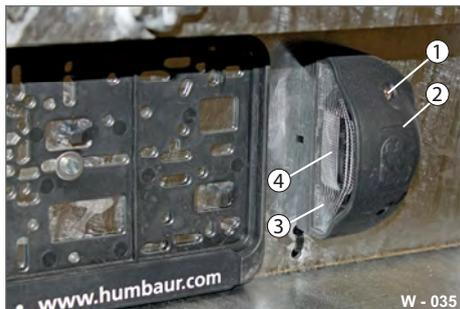

Abb. 37 Kennzeichen-Beleuchtung 24 V
- ▶ Lösen Sie die Befestigungsschrauben (Abb. 37/1).
- ▶ Öffnen Sie vorsichtig den Leuchtenkörper (Abb. 37/2).
- ▶ Entfernen Sie die Lichtscheibe (Abb. 37/3).
- ▶ Ersetzen Sie die Leuchte (Abb. 37/4).